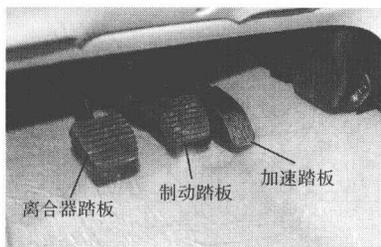

图 1-5 离合器踏板的安装位置
- (1) 离合器踏板安装在驾驶室底部驾驶人左脚易踩位置,如图 1-5 所示。